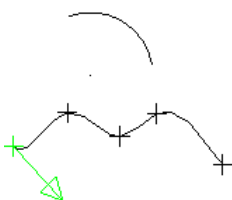

图 3.11.7 至图素
- 至图素** 选项: 系统将根据选定的直线、圆弧或曲线定义起始点的端点方向,如图 3.11.7 所示。